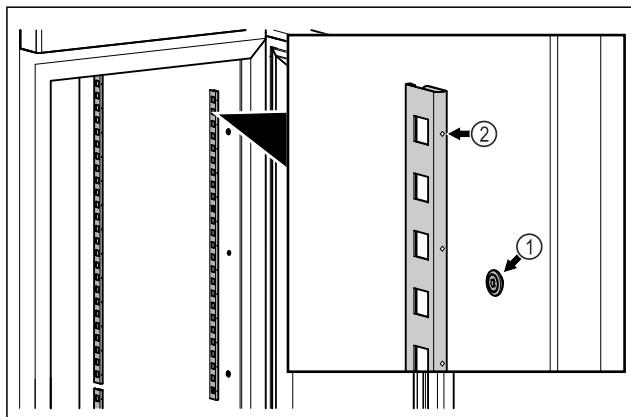

Fig. 81 Примерно изображение
- Закачете заключващите ленти в окачването Fig. 81 (1). Маркировката Fig. 81 (2) трябва да сочи напред.